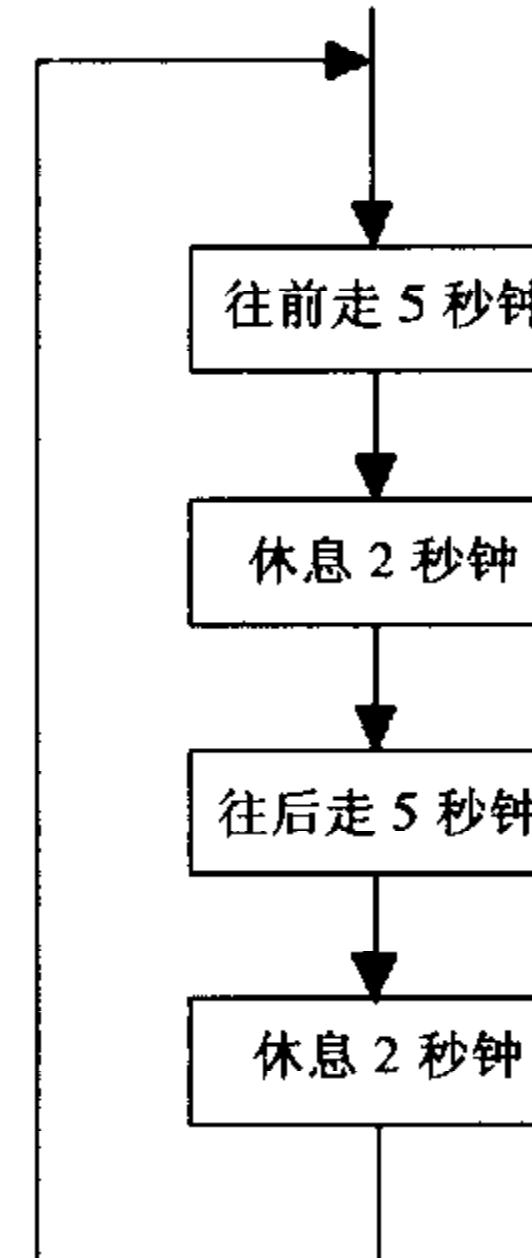

图 3.6 流程图
**【练习 2】**让机器人每做一个动作就停一下。流程图如图 3.6 所示，根据 3.6 所示流程图修改实例 1 程序。